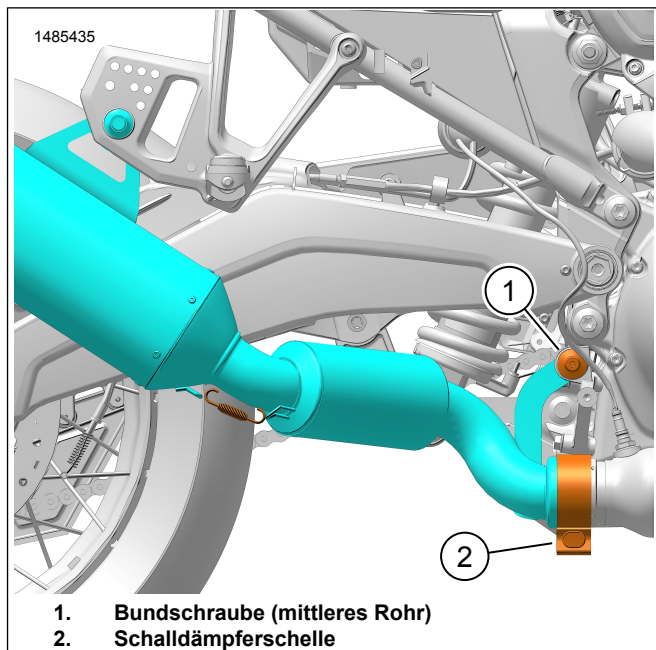

Abbildung 6. Schraube der Befestigungshalterung
7. Abbildung 6 An der zuvor entfernten Bundschraube (1) des mittleren Rohrs ein Gewindegewandvermittel auftragen.